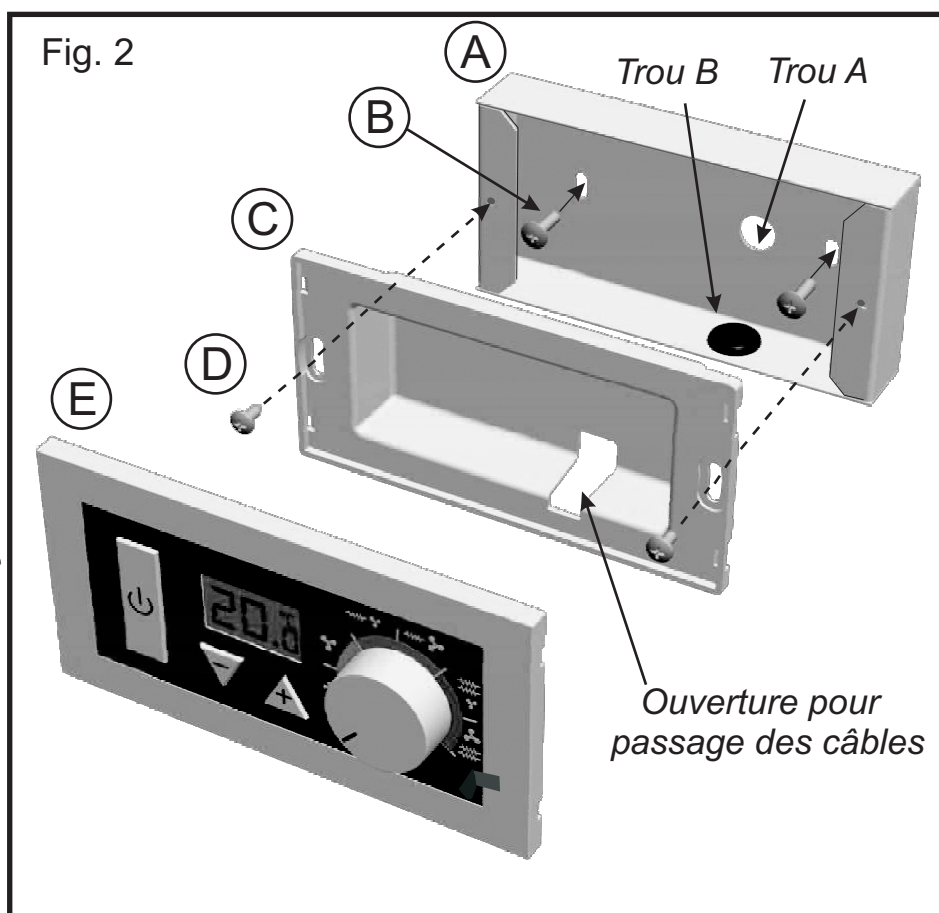

Fig. 3
3- Séparer le fond du boîtier de commande (C) de la façade (E) à l'aide d'un tournevis (Fig. 3).
1- Séparer le fond du boîtier de commande (C) de la façade (E) à l'aide d'un tournevis (Fig.3).
1- Retirer l'obturateur à l'aide d'un tournevis (voir Fig. 3 et 6).